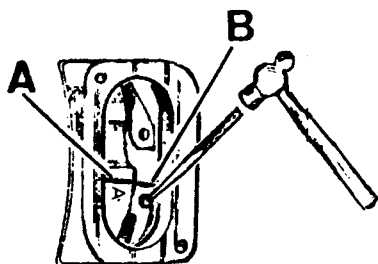

Fig. A1-48 Corrección del desfase en el sincronizado de la bomba
D) Si al realizar la prueba anterior, ésta no fuera satisfactoria, o sea, - que la marca, A (Fig. A1-47) no coincide con el extremo recto, B (Fig. - A1-47) del anillo de sincronización, se desplazará dicho anillo hacia el lado que proceda, empleando un botador y un martillo (Fig. A1-48) hasta conseguir alinear la marca, A (Fig. A1-48) con la parte recta, B (Fig. - A1-48) del anillo. Quedando así la bomba sincronizada y preparada para su montaje sobre el motor.